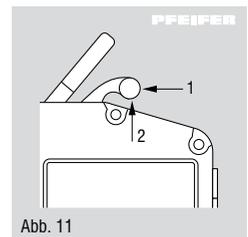

Abb. 11
### Seileinführung (Abb. 11)
Das Zugseil wird durch Betätigung des Seilrückzughebels vollständig entlastet. Backenöffnungshebel in Pfeilrichtung (1) (Abb. 11) drücken, dass er über die Gehäusewand gleitet, bis er hör- und spürbar in die obere Endposition einrastet (Klemmbacken geöffnet). Dies geht sehr viel leichter, wenn man das Gerät hochkant stellt und dann den Backenöffnungshebel nach unten drückt (Backenöffnungshebel nur mit der Hand kräftig durchdrücken – niemals mit einem Hammer oder Ähnlichem schlagen). Jetzt kann das Zugseil aus dem Seilzug herausgezogen werden.